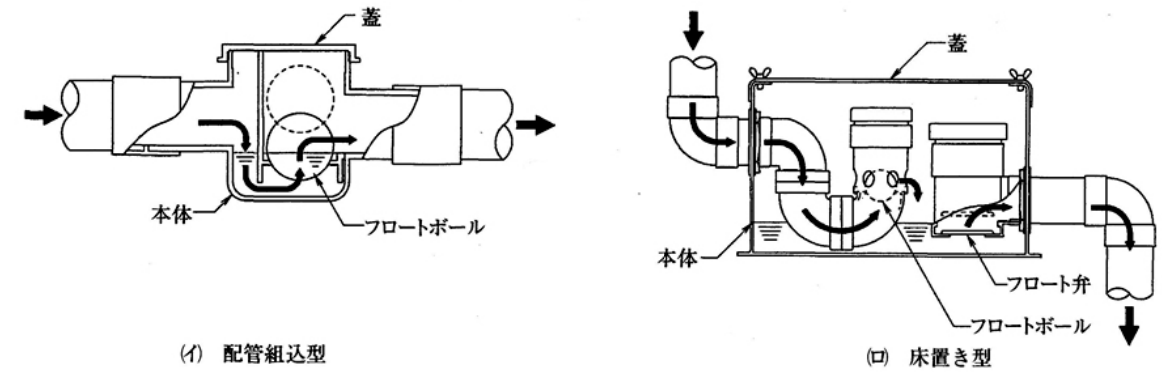

図2.4.10 フロートボール式空気調和機トラップの例
(2) ユニット形空気調和機、コンパクト形空気調和機、パッケージ形空気調和機及びガスエンジンヒートポンプ式空気調和機のドレン用排水管には、図2.4.10に示すように送風機の全静圧以上の落差を取り空調機用トラップを設ける。ここで、落差とは、逆流しないための水深を意味する。トラップの形式は特記によるが、基本的な性能として、防臭、小動物や昆虫等の侵入防止、濁水時の注水復帰、保守・点検・清掃の容易性、施工の容易性等が要求される。排水トラップの必要寸法の考え方を表2.4.2に示す。
(3) 【参考】 封水が切れても、内蔵された球により汚染空気の逆流を防止する形式のトラップ（フロートボール式）の例を、図2.4.10に示す。なお、採用は特記による。